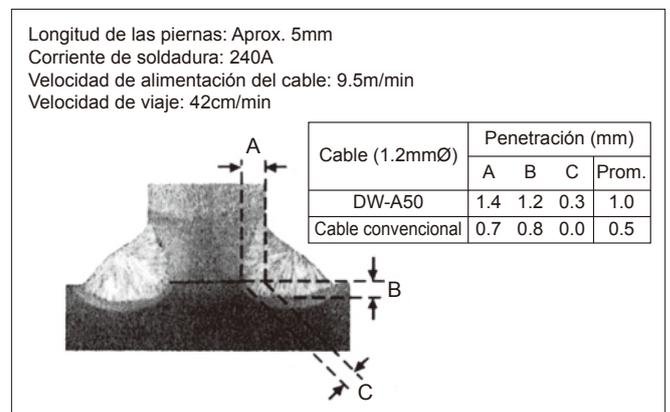

Fig. 3 — Resultados de la prueba de penetración del FAMILIARC™ DW-A50 en soldadura de ángulo horizontal con protección de gas 80%Ar+20%CO₂
- (3) Excelente facilidad de uso, con formación de arco suave, menor generación de salpicaduras, la apariencia del cordón uniforme y fácil de eliminar escoria.
- (4) Menor generación de humo durante la soldadura, que la del cable con núcleo fundente de base convencional de dióxido de titanio
- (5) Penetración más profunda - Fig. 3.